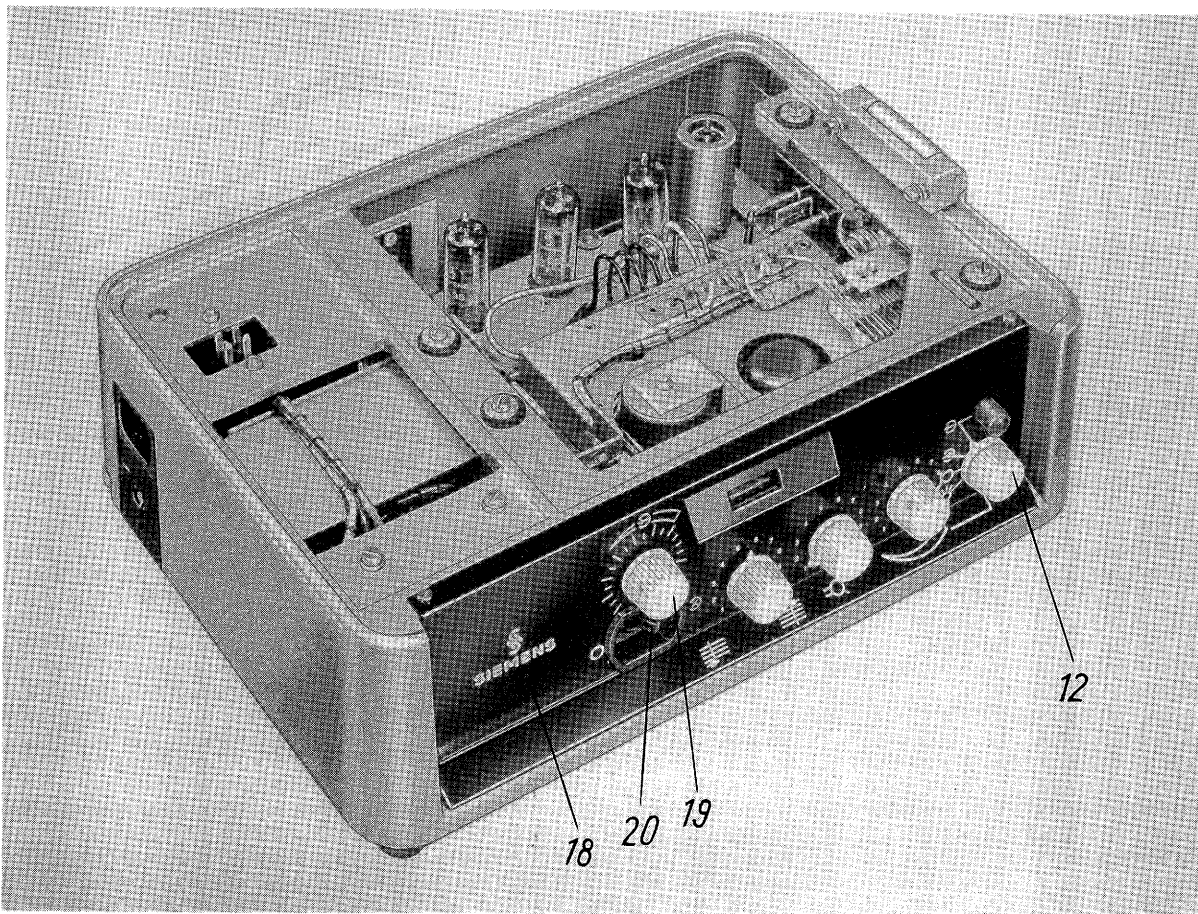

Bild 5 4W-Verstärker Sf.V 6.1 mit Aufsprechstufe Sf.MZ 6.1
↻ Magnetton-Aufnahme des Betriebsartenschalters (12 Bild 5)
artenschalters (12 Bild 5) muss die rote Druckknopftaste
- 12) Die mitgelieferte Frontplatte (18 Bild 5) wird mit den Zylinderschrauben (2 Bild 1) befestigt.
Beim Betriebsartenschalter (12 Bild 5) muss in der linken Anschlagstellung der Zeiger des Knopfes auf  Lichtton zeigen.
Als letztes wird der ebenfalls mitgelieferte Drehknopf (19 Bild 5) an die oberhalb des Löschkopfschalters (20 Bild 5) herausragende Achse angeschraubt, sinngemäss auch bei linker Anschlagstellung und Zeiger auf erstem Teilstrich der Skalemarkierung.